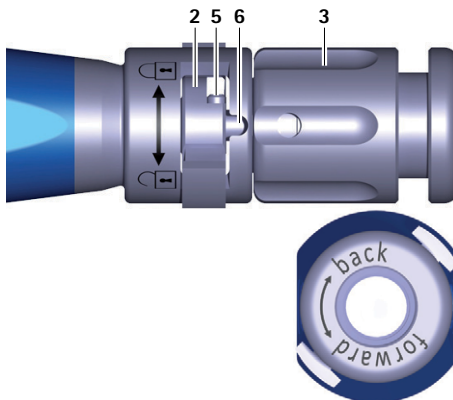

Fig. 1 Vista da vicino, strumento inseritore, interruttore aperto
- Ruotare il dado girevole **3** dello strumento inseritore **A** in senso antiorario (direzione "forward"), per spostare in avanti l'astina **6**, vedere Fig. 1.
- Ruotare l'interruttore **2** verso sinistra (direzione ) , vedere Fig. 1.
- Ruotare l'interruttore **2** verso sinistra (direzione , vedere Fig. 1).
- Verificare la posizione per collegare lo strumento inseritore **A**, vedere Fig. 1.
- ▶ Ruotare l'interruttore **2** verso sinistra (direzione ) , vedere Fig. 1.
- ▶ Ruotare il dado girevole **3** in senso antiorario (direzione "forward"), per spostare in avanti l'astina **6**, vedere Fig. 1.